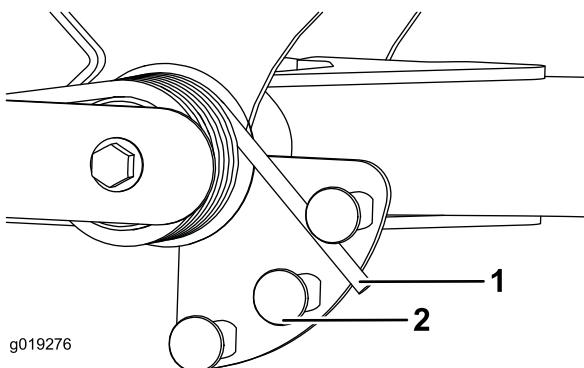

Figura 33
2. Inserite un tubo o un oggetto similare sull'estremità della molla lunga e giratelo attorno all'attuatore della molla nella posizione desiderata (Figura 33).